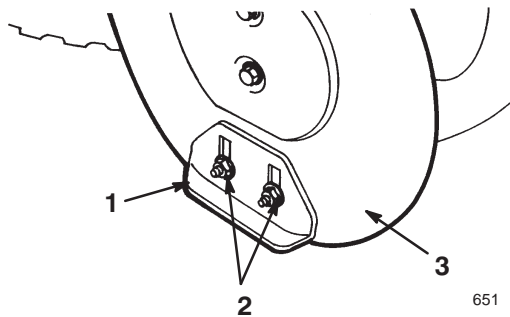

Bild 19
5. Lösen Sie die vier Bundmutter, mit denen beide Kufen an den Seitenplatten der Schnecke befestigt (Bild 19) sind, bis sich die Kufen leicht nach oben und unten verschieben lassen.
10. Ziehen Sie die vier Bundmutter fest, mit denen beide Kufen an den Seitenplatten der Schnecke befestigt sind (Bild 19).